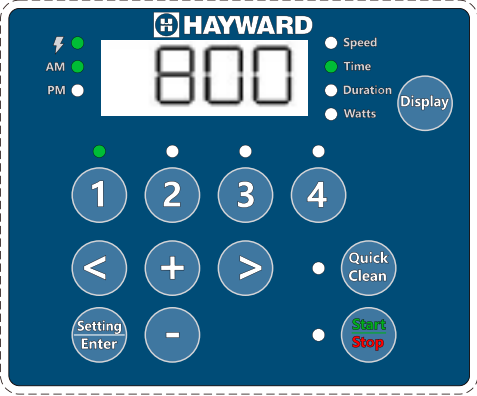

Figure 4
4. Appuyez sur « 1 ». L'heure de démarrage de la VITESSE 1 s'affiche. Le voyant du paramètre « Heure » commence à clignoter. **Voir la figure 4.**